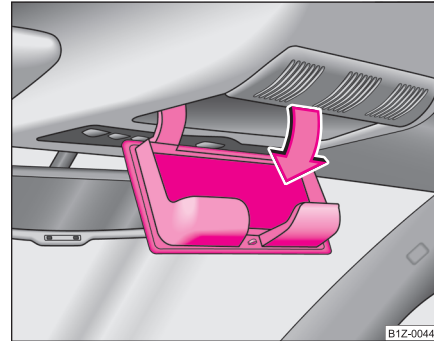

Fig. 72 Plafonul: Compartimentul pentru ochelari
- Apăsați capacul compartimentului, compartimentul se va deschide ⇒ fig. 72.